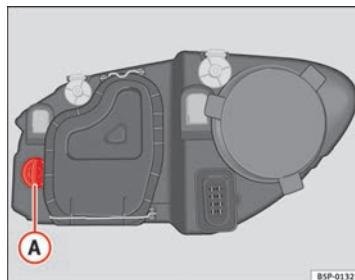

Abb. 182 Glühlampe für Blinker
- Den Lampenträger ⇒ Abb. 182 **A** nach links drehen und ziehen.